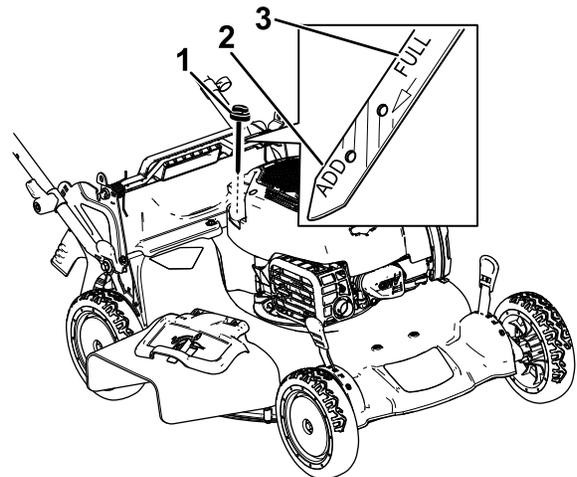

Figura 29
3. Retire la varilla girando el tapón en el sentido contrario a las agujas del reloj y tirando del mismo (Figura 29).
10. Observe en la varilla el nivel de aceite (Figura 29).